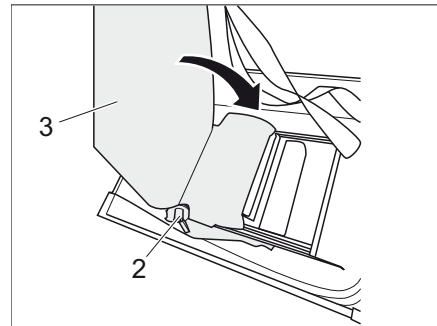

Bild 224 Förvara ryggstödet i bänken
- Tryck på spak 1 (Bild 224,2) och fäll ryggstödet (Bild 224,3) inåt.